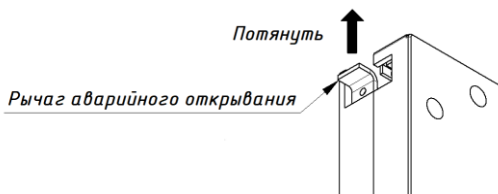

Рис. 14. Рычаг аварийного открывания
1. С помощью рычага разблокировки замка. Необходимо потянуть за рычаг (см. рисунок 14) и зафиксировать его в крайнем положении. Для возвращения к штатному режиму работы рычаг необходимо вернуть в его начальное положение.